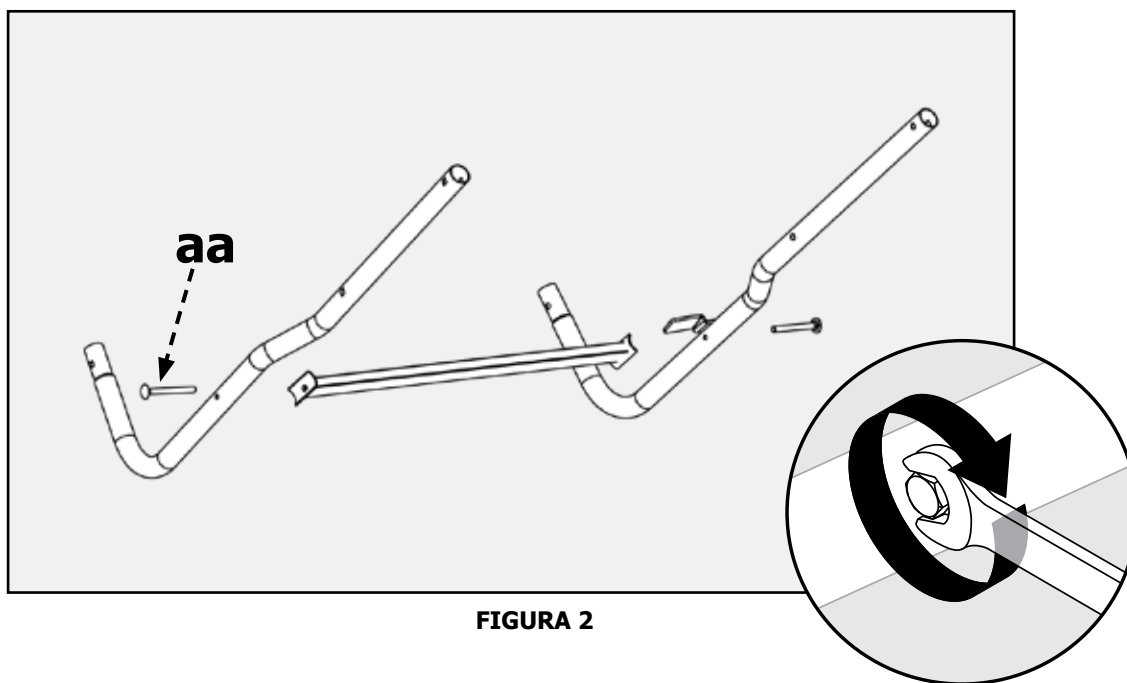

FIGURA 2
Instale el tubo de conexión de la barra de soporte (G) en el ensamblaje de la pata del paso Figura 2. Asegúrelo con M8 x 35 mm (1.38 "). tornillo de cabeza (ff) y tuerca (dd).